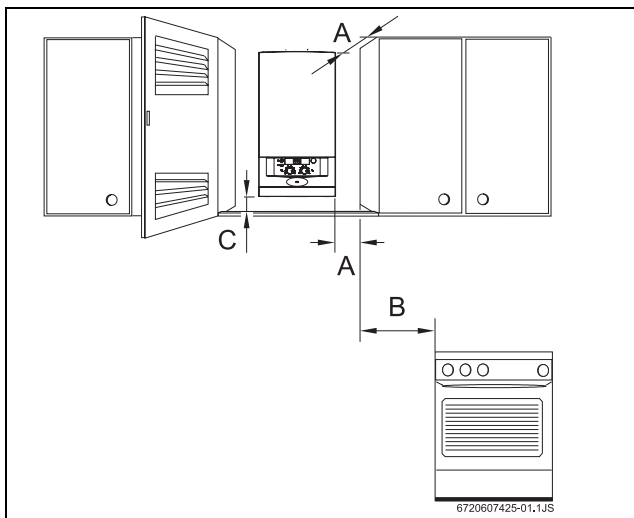

Fig. 7 Separaciones mínimas
- Asegurar la accesibilidad en los trabajos de mantenimiento respetando las separaciones mínimas indicadas en la Fig. 7.